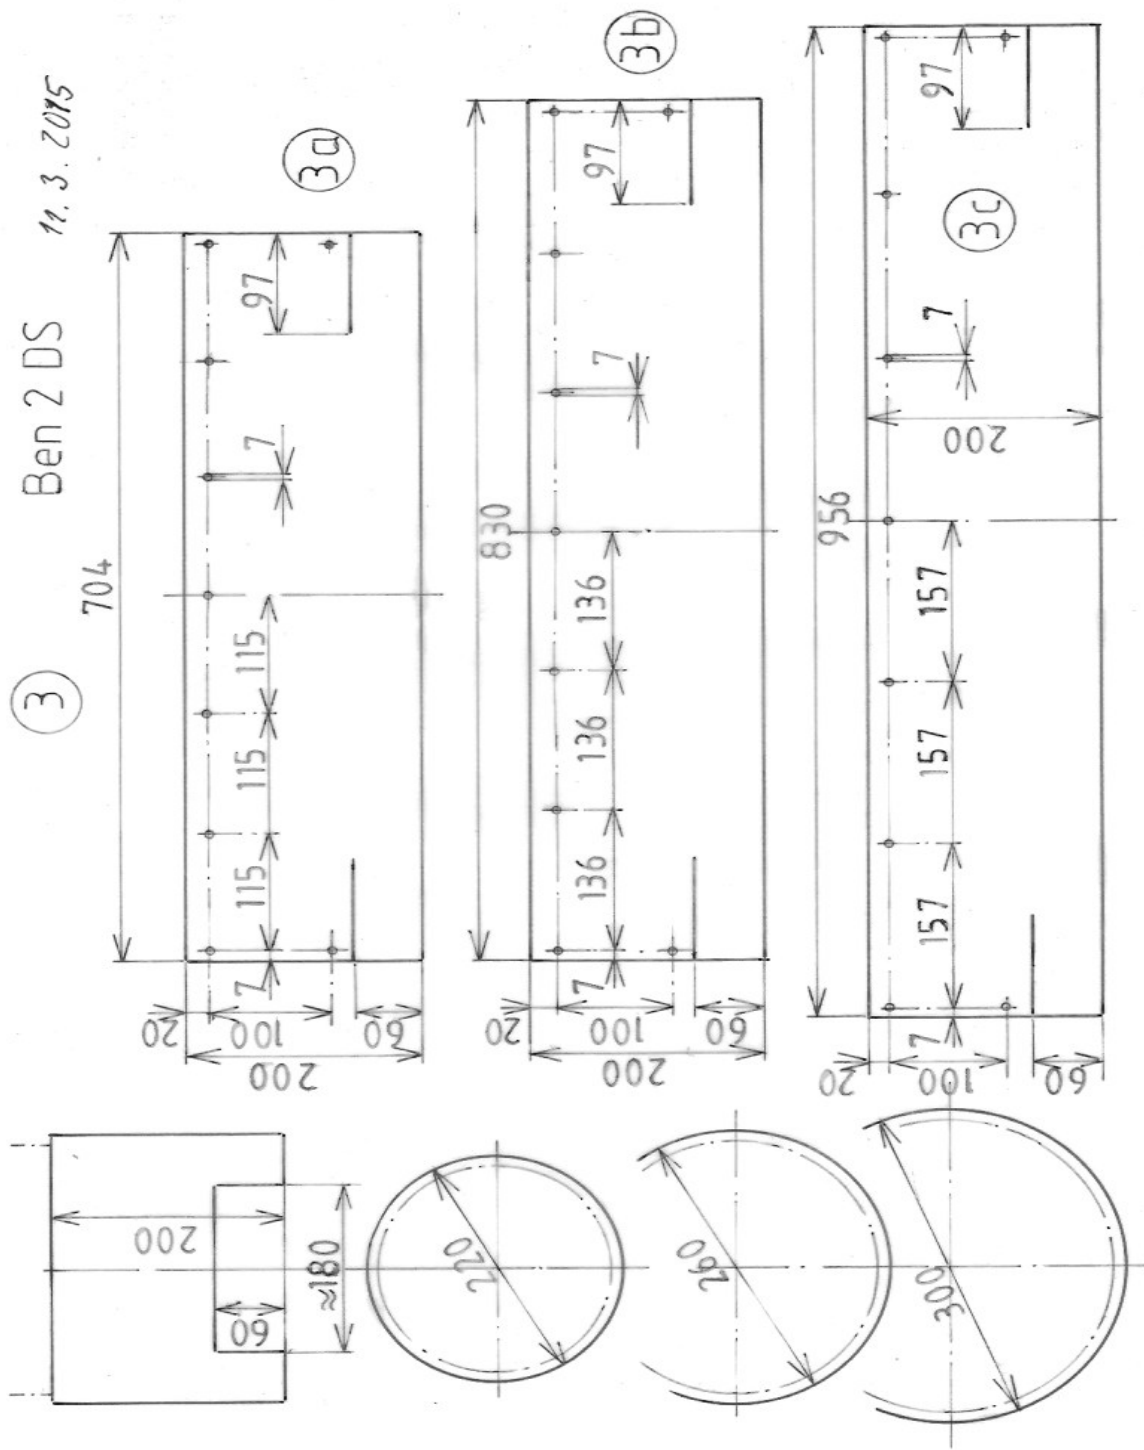

Fig. 3a. Detalles Ben 2: envoltura o carcasa (2015 y Mayo 2016)
- Fig. 3a. Detalles Ben 2: carcasa o envoltura